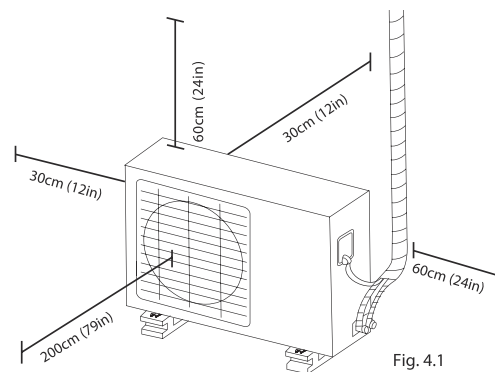

Fig. 4.1
- ☒ Cumple con todos los requerimientos espaciales que se muestran en requisitos de espacio de instalación (Fig. 4.1)